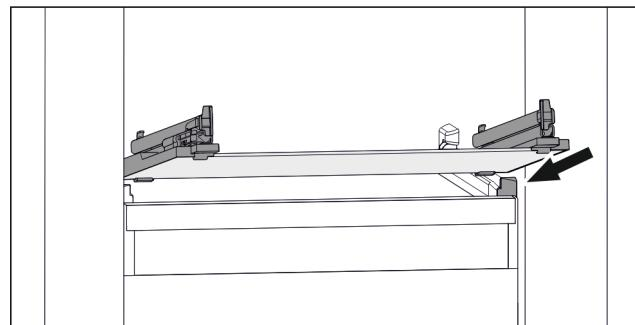

Fig. 107 Примерно изображение на стъклената плоча
- Поставете стъклената плоча под ъгъл зад ограничителите. (виж Fig. 107)